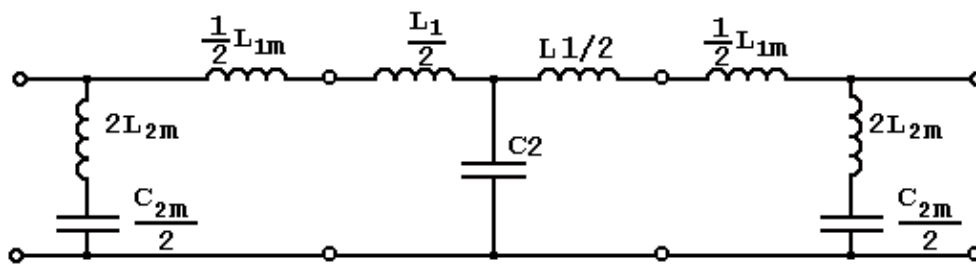

Рис. 7.20. Сложный ФНЧ
1.1. Так как по условию задачи на входе и выходе фильтра сопротивление имеет характер $Z_{пп}$, то сложный ФНЧ должен содержать 2 последовательно-производных полувзена типа m на входе и выходе (рис.7.20).